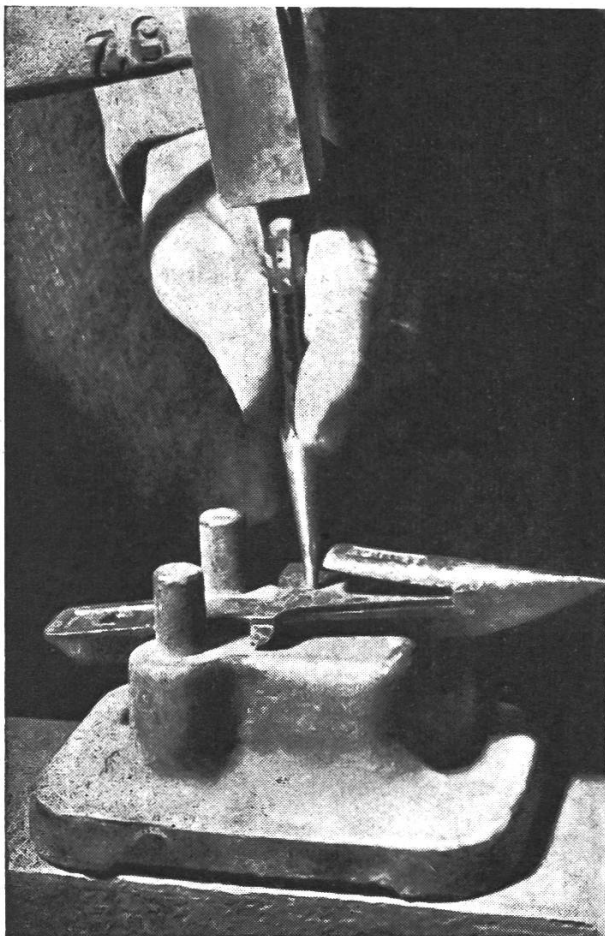

Abb. 4
- Finger losschrauben und mittels Schmirgelscheibe auf den Schnittwinkel von 30° nachschärfen, oder Gegenschneiden ersetzen (siehe Abb. 4 und 5).